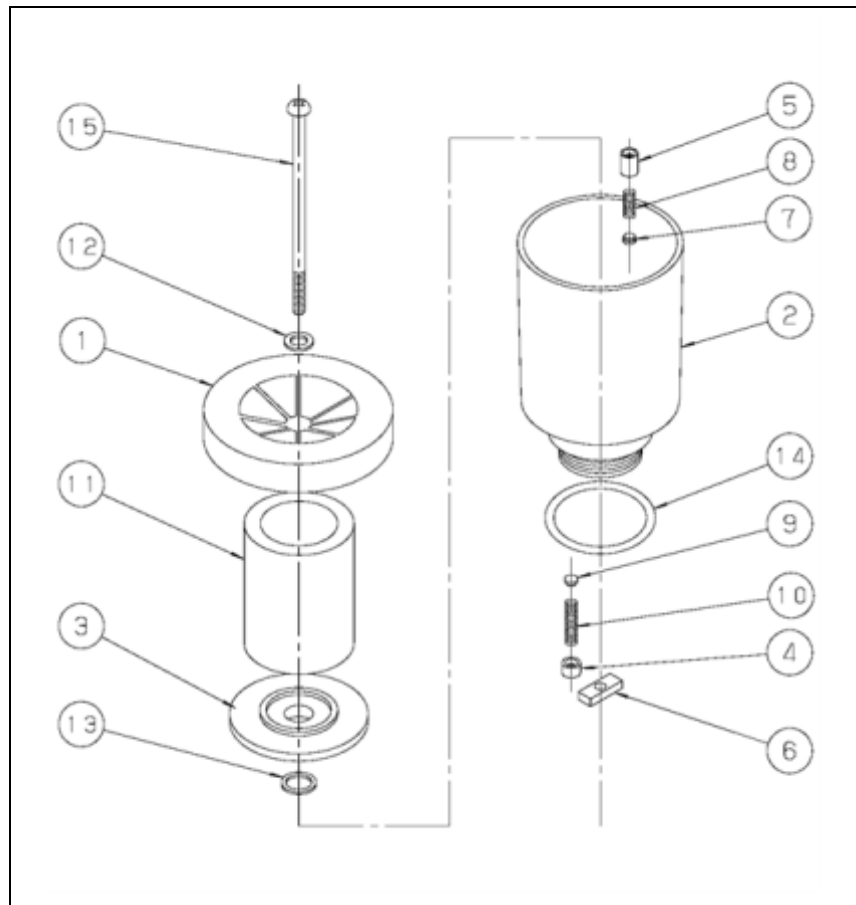

Abbildung 4 Komponenten der Oil Mist Trap
- 2 Halten Sie sich an Abb. 4 und Tabelle 2.
- 3 Drehen Sie die Schraube ⑮ mit einem Schraubenzieher im Uhrzeigersinn.
- 4 Nehmen Sie die Schrauber heraus und entfernen Sie den Dichtungsring ⑫.
- 5 Nehmen Sie den Deckel ① ab.
- 6 Entnehmen Sie das Filterelement ⑪, dann das Pufferelement ③ und die Dichtung ⑬ aus dem Behälter ②.
- 7 Setzen Sie das Pufferelement auf die Dichtung ⑬.
- 8 Nachdem das Filterelement ⑪ durch ein neues ersetzt wurde, setzen Sie das Filterelement ⑪ auf das Pufferelement .
- 9 Setzen Sie den Deckel auf das Filterelement ⑪.
- 10 Stecken Sie die Schraube ⑮ in den Dichtungsring ⑫ und befestigen Sie den Behälter ②.
- 11 Stecken Sie die Schraube ⑮ in den Behälter ②.